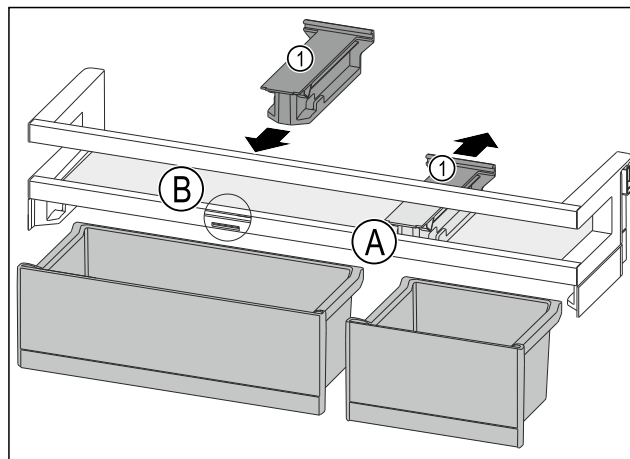

Fig. 224
- Dra ut fästdelen Fig. 224 (1) i position Fig. 224 (A) bakåt.
- Sätt in fästdelen Fig. 224 (1) i position Fig. 224 (B).